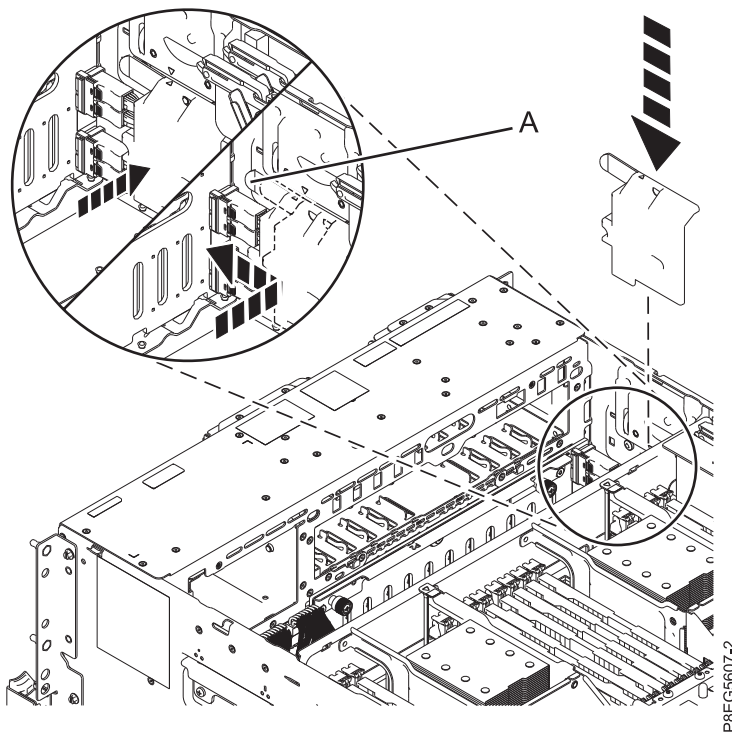

Figura 9. Substituir a tampa de cabos SAS
17. Substituir a tampa de cabos SAS. Coloque as ranhuras da tampa nos pinos laterais do chassis. O símbolo de triângulo na tampa de cabos SAS alinha-se com o símbolo de triângulo na parte lateral do chassis quando as ranhuras da tampa e os pinos estão alinhados correctamente. Empurre a tampa para a frente no sentido da parte da frente do sistema até a pega (A) se fixar. Consulte Figura 9.